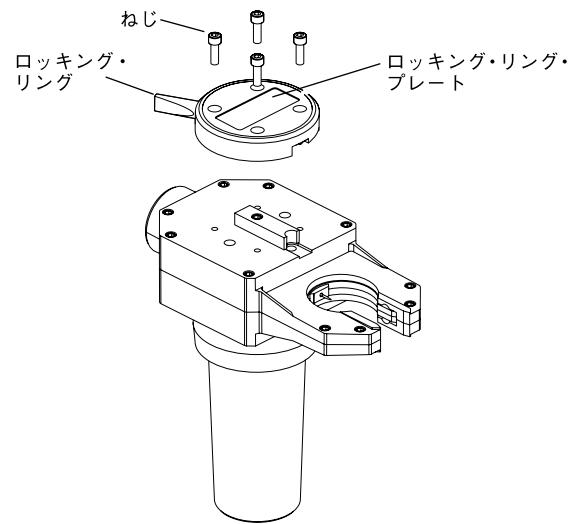

図26：ロッキング・リングおよびロッキング・リング・プレートを取り外す
- ねじ4本、ロッキング・リング、ロッキング・リング・プレートを取り外します。図26をご参照ください。